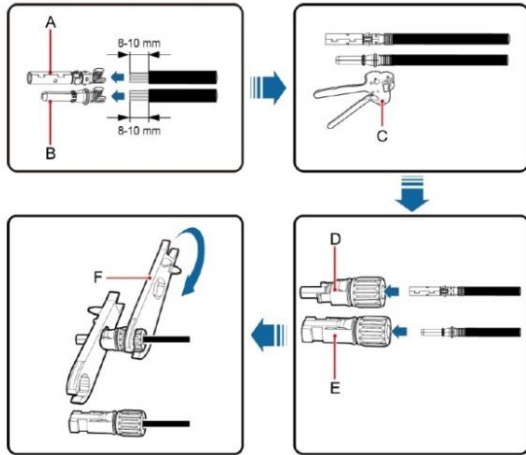

图 5.2 MC4 直流连接器与光伏组串的连接
(1) 按照图 5.2 所示，将光伏组串的输出导线与逆变器配置的直流连接器相连。松开连接器的紧固螺帽；剥去直流线缆的大约为 15mm 绝缘层，用压线钳将标配的金属端子压紧，尾部防水处紧固力矩为 2.5-3Nm。正极和负极连接器的接线方法相同。确认光伏组串的正负极与正负极连接器正确对应并紧固连接：